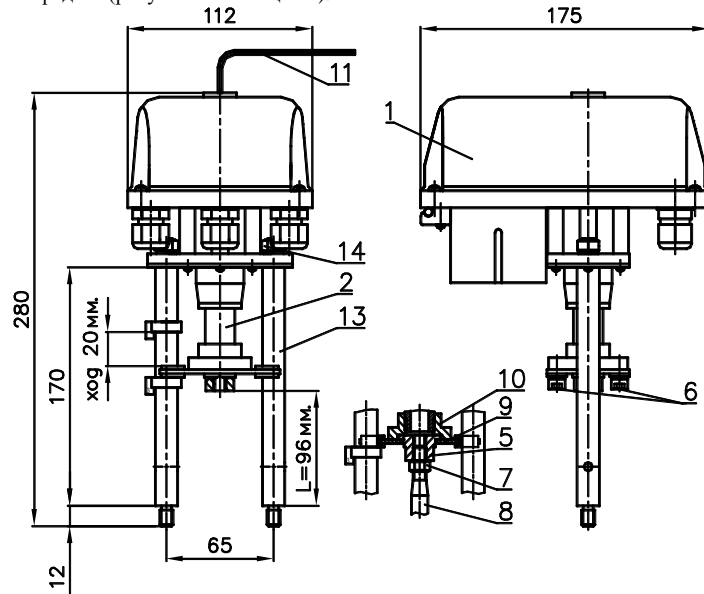
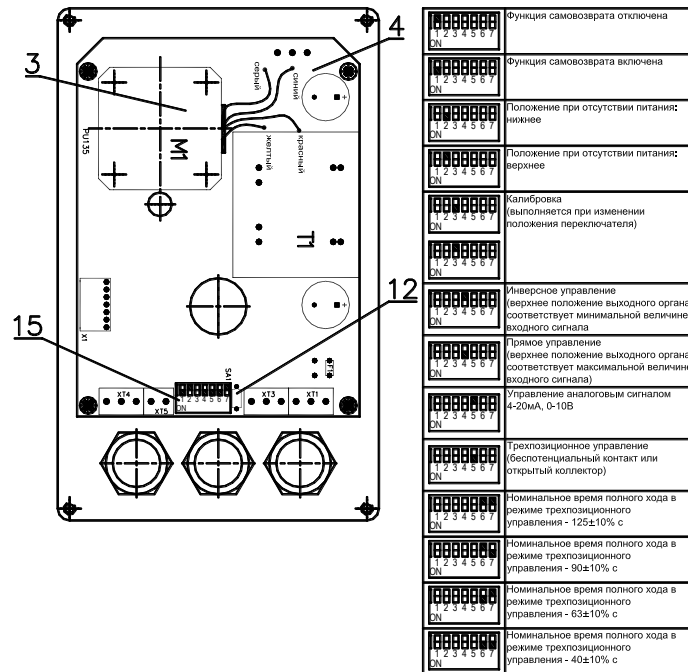

Рисунок 1 - ВЭП-131МВ
Рисунок 2 - Электропривод (вид при снятой крышке)
- электропривод (рисунок 1 – позиция 1);
- винтовая передача (рисунок 1 – позиция 2).
Электропривод (рисунок 1, 2) выполнен на базе шагового электродвигателя 3. Питание и управление осуществляется от 4, обеспечивающей его работу в заданном режиме (рисунок 2), а также его отключение при нагрузке больше усилия отключения. ЭИМ имеет три режима работы: калибровки, слежения, ручной. Индикация работы осуществляется светодиодным индикатором 12. Постоянное свечение - работа, мигание - авария. При пропадании сетевого питания и включенной функцией самовозврата ЭИМ, за время не более 45 с, устанавливается в положение, заданное переключателем 15 (нижнее или верхнее).
ЭИМ выпускается откалиброванным на величину полного рабочего хода. При установке ЭИМ на регулируемую арматуру необходимо произвести его калибровку. Для перехода в данный режим необходимо изменить положение переключателя 15 (рисунок 2). При этом ЭИМ, поочередно перемещаясь к обоим конечным положениям, определяет максимальный ход арматуры. При отключении питания настройки сохраняются в энергонезависимой памяти. Время калибровки 100-120с. По завершению калибровки ЭИМ переходит в режим слежения. В процессе калибровки сигнал обратной связи отсутствует.